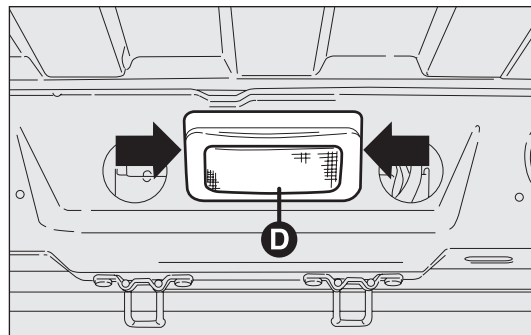
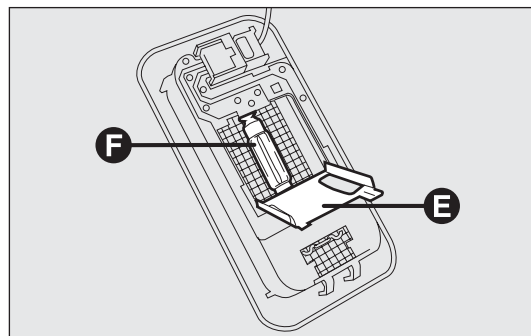

рис. 202
рис. 203
- ☐ нажмите в точках, указанных стрелками, и снимите плафон D – рис. 202;
- ☐ откройте защитную крышку E – рис. 203;
- ☐ замените лампу F – рис. 203, отсоедините ее от боковых контактов и установите новую, проследив, чтобы она была правильно ими зажата;
- ☐ закройте защитную крышку E – рис. 203 и закрепите плафон D – рис. 202 в гнезде; проверьте крепление плафона в положении.